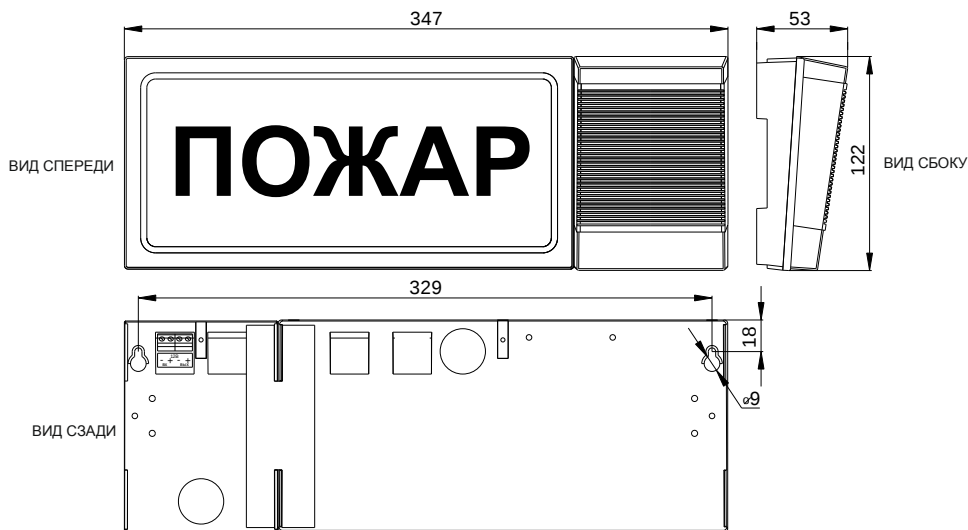

Рис. 1 Внешний вид, габаритные и установочные размеры корпуса оповещателя
Габаритные размеры, мм	см. рисунок 1
- согласно установочным размерам (см. рисунок 1) просверлить в стене отверстия, вставить в них дюбеля и вкрутить шурупы;